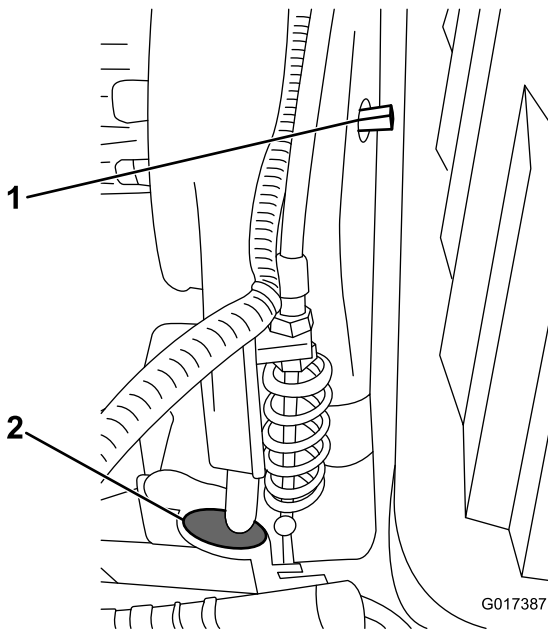
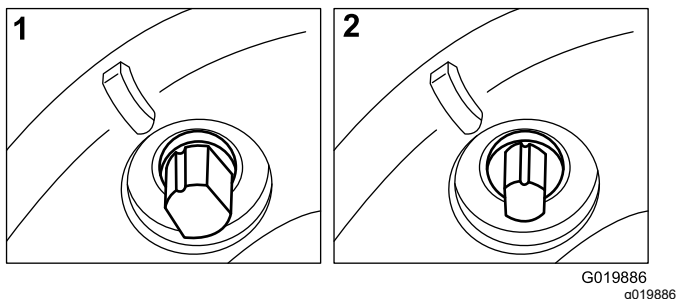

Figura 42
Figura 43
Retire el tapón de goma (Figura 42) del orificio de la parte delantera de la transmisión si necesita acceder al embrague del molinete.
La correa de transmisión está tensada por una polea tensora a resorte. Si es necesario eliminar o restaurar la tensión en la correa, utilice una llave de 10 mm para girar el eje de engranado/desengranado (Figura 42) a la posición deseada. Gira el eje  $\frac{1}{4}$  de vuelta ( $90^\circ$ ) en sentido horario para separar la polea tensora de la correa (Figura 43).
**Nota:** Retire el tapón de goma (Figura 42) del orificio de la parte delantera de la transmisión para ver el embrague del molinete.